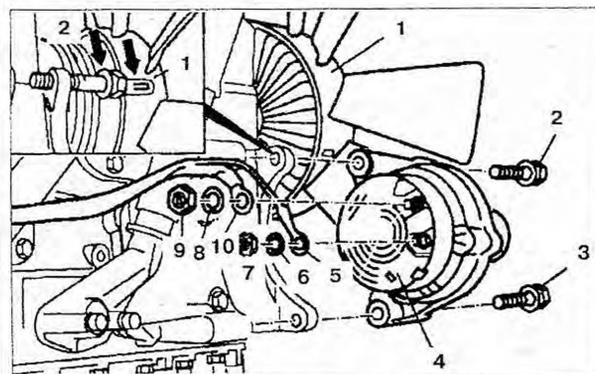

Рис. 2.85. Стартер:
2. Открутите гайку **1** и снимите ее вместе с шайбой **2** (рис. 2.85).